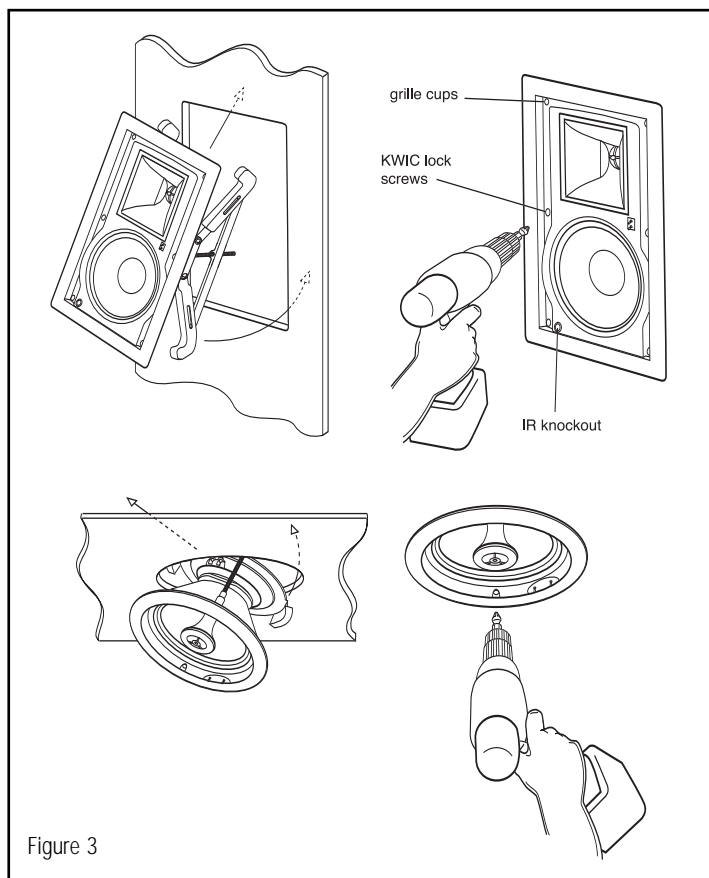

Figure 3
4. Insérez l'enceinte dans l'ouverture et fixez-la en serrant les deux vis cruciformes (figure 3). Le verrouillage KWIC du cadre emprisonne ensemble le mur et le cadre. (Les supports Klipsch pour construction neuve facilitent cette opération à condition de les utiliser avant la mise en place de la cloison sèche.)